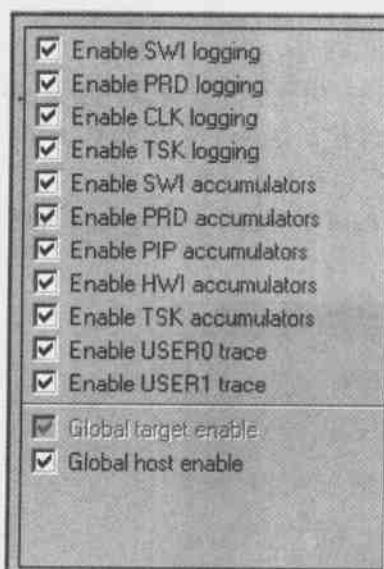
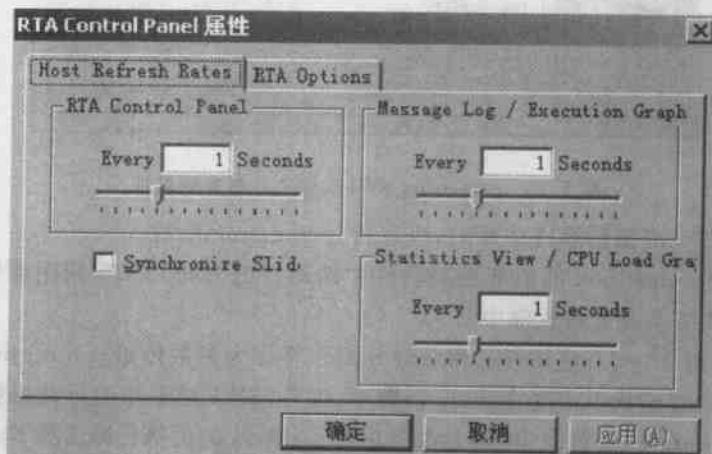

图 7.23 RTA Control Panel
图 7.24 RTA Control Panel 的属性设置
(1) 执行菜单命令 File→Load Program, 在 volume2 目录下选择刚生成的 DSP 程序 VOLUME. OUT。
(2) 执行菜单命令 Debug→Go main, 程序执行到 main 函数的第一行。
(3) 执行菜单命令 DSP/BIOS→RTA Control Panel, 可在 CCS2 窗口下端观察到一系列仪表类型。在缺省状态下,所有的仪表都是使能的,如图 7.23 所示。
(4) 执行菜单命令 DSP/BIOS→Execution Graph, 执行图(execution graph)出现在 CCS2 窗口下方。
(5) 在 RTA Control Panel 窗口内右击,并在弹出的菜单中选择 Property Page, 确保 Message Log/ Execution Graph 的 Refresh Rate 为 1, 如图 7.24 所示。单击“确定”按钮。